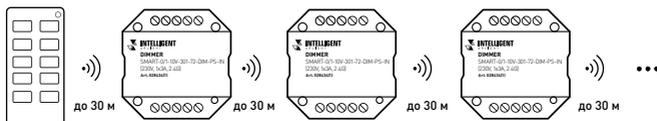

Рис. 5. Ретрансляция сигнала от пульта ДУ
- 3.10. Все диммеры автоматически ретранслируют сигнал от пульта ДУ или панели управления (рис. 5). Расстояние между диммерами на открытом пространстве может достигать 30 м.